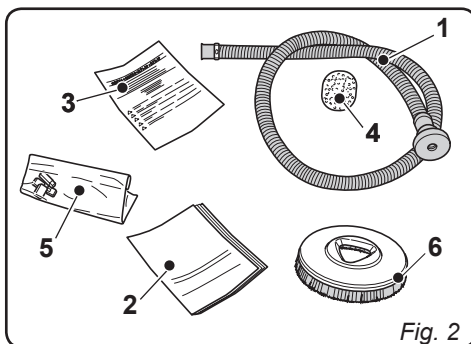

Fig. 2
- Enlever le sac (1) contenant les accessoires ainsi que le carton (2) contenant la brosse.
2.1.a - Équipement de la machine (Fig. 2)